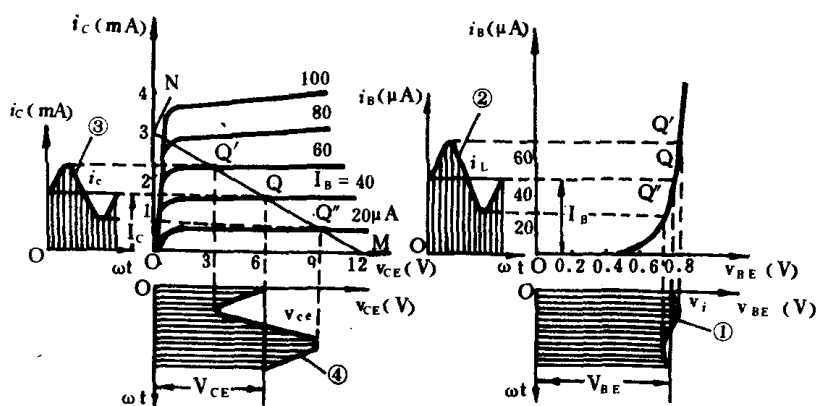

图 1-5 有输入信号时放大器工作情况的图解
图 1-5 所示，由图中可以清楚地看出，输入的小信号电压  $V_i$ （即图线①）先转变为基极电流  $i_b$ （即图线②），又  $i_c = \beta i_b$ ，所以基极电流  $i_b$  的变化就影响了集电极电流  $i_c$ （即图线③）的变化，从而影响  $V_{CE}$  的变化， $V_{CE}$  中的交流量  $V_{ce}$  的波形就是输出